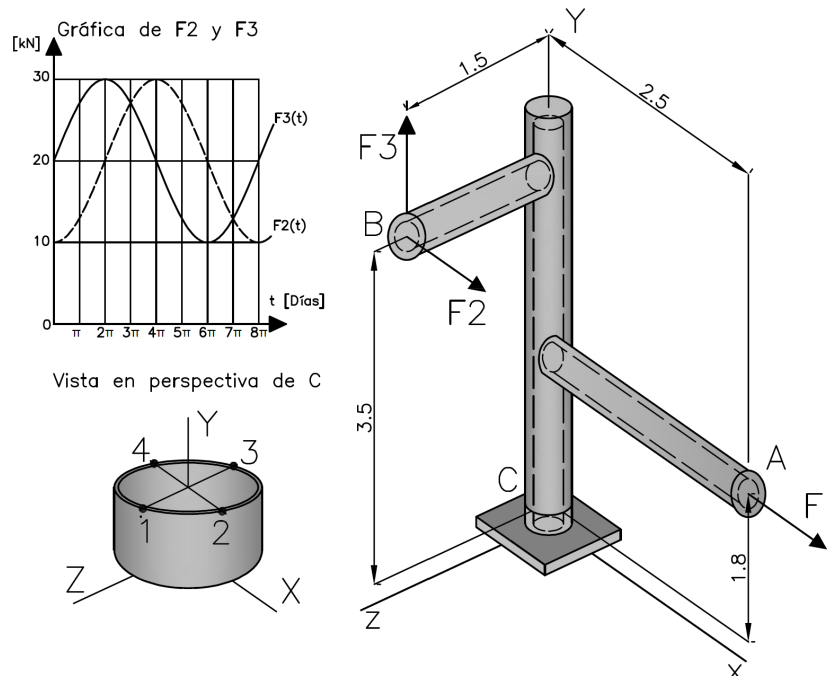

Figura 1: Sistema de tuberías
**Problema 1.– (2.0 Pts.)** La figura 1 muestra un sistema de tuberías fabricadas de acero inoxidable ( $E = 210$  GPa,  $\sigma_y = 200$  MPa) las cuales poseen un diámetro externo de 400 mm y un espesor de 10 mm, cuyos extremos se encuentran tapados y en su interior contiene un gas que genera una presión interna  $P_{int} = 2$  MPa. El extremo  $A$  presenta una fuerza  $F_1 = 20$  kN, mientras que en el extremo  $B$  presenta dos fuerzas que varían en el tiempo  $F_2(t)$  y  $F_3(t)$  (tiempo  $t$  en días), tal que: